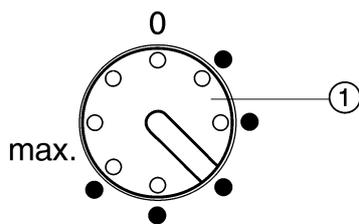

Fig. 2
▶ Поворачивайте регулятор температуры Fig. 2 (1) вправо с помощью монеты.